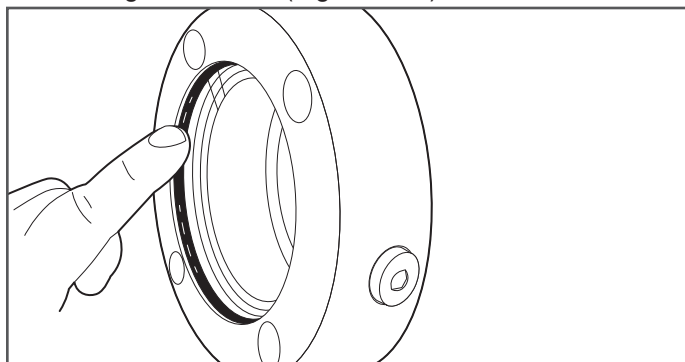

Figure 7-14
15. Assurez-vous que le joint torique intérieur n'est ni endommagé ni déchiré (Figure 7-14).